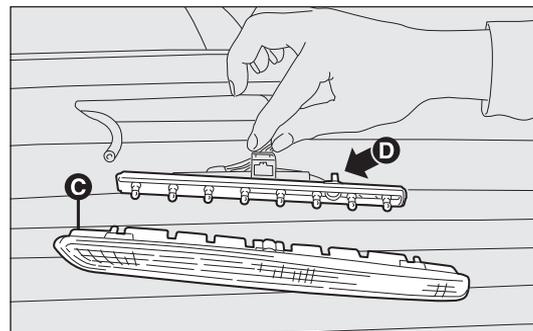

fig. 177
3^{ème} FEU DE STOP fig. 177
- appuyer sur les dispositifs de blocage et extraire le groupe transparent C-fig. 177 ;
- en exerçant une pression sur les ailettes D-fig. 177 extraire la douille ;